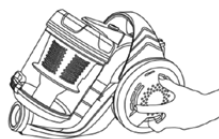

Fig. 4
1. Gire la cubierta de la rueda izquierda en sentido antihorario y retírela (Fig. 4).